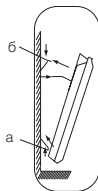

Рис. 6
- закрепить прибор на кронштейне следующим образом (рис. 6):
- наденьте на кронштейн нижнюю часть конвектора при помощи специальных отверстий, расположенных в нижней части конвектора (рис. 6, а);
- наденьте верхнюю часть конвектора на кронштейн, зафиксировав его при помощи защелок на кронштейне (рис. 6, б);